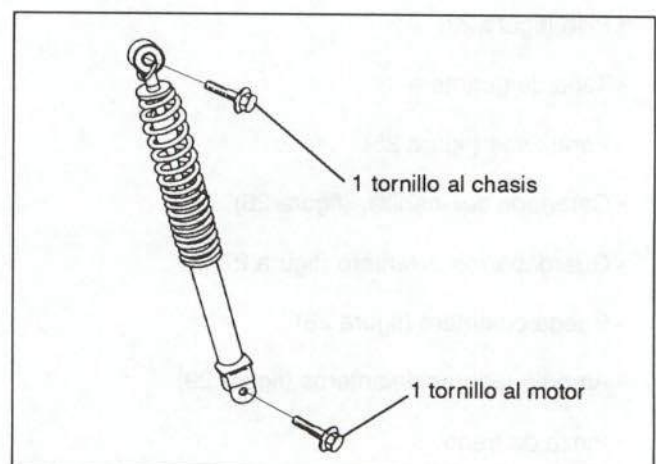

Figura 34.- Fijación del amortiguador trasero
En la figura 34 se muestra su fijación
- Anclaje superior de los amortiguadores (figura 34)
- Amortiguador (figura 34)